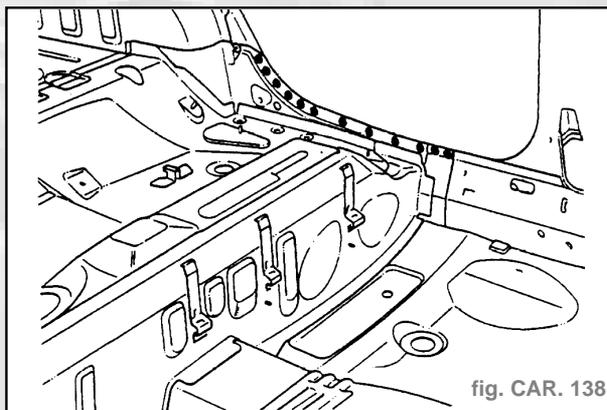

fig. CAR. 138
**Soudure** (fig. CAR. 138 et 139)